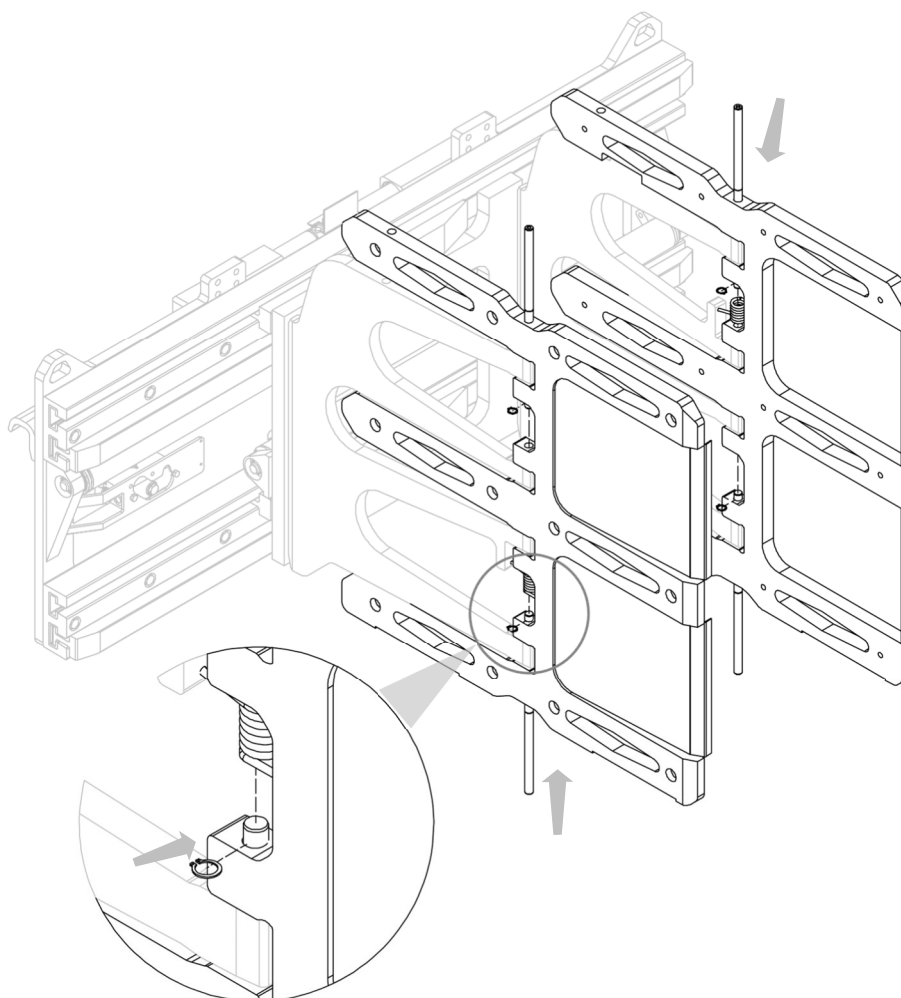

Figura 26
5. Tomar como referencia la *Figura 26* y la *Figura 27*.